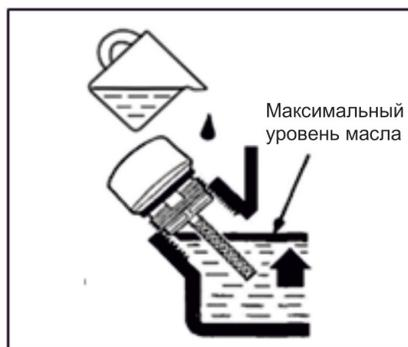

Рис. 22
6. Установите снегоуборочную машину на горизонтальной поверхности и залейте новое моторное масло рекомендованное производителем до нижней кромки маслозаливной горловины (Рис. 22);